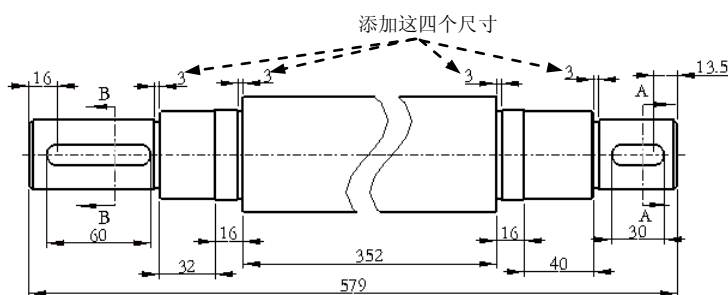

图 5.9.16 添加尺寸
的位置单击中键，结果如图 5.9.16 所示。
(7) 添加尺寸 (七)。参照以上步骤，添加图 5.9.16 所示的四个尺寸。